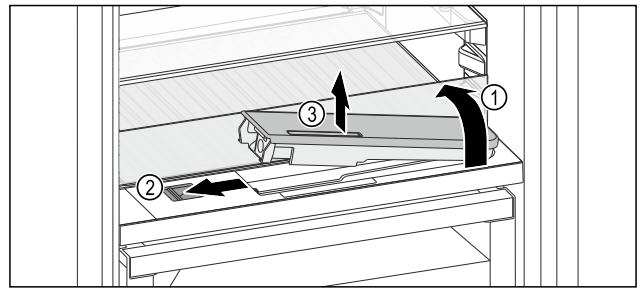

Fig. 172
- Sollevare il ripiano di vetro e ribaltarlo all'indietro fino all'arresto Fig. 172 (1).
- Spostare il cursore Fig. 172 (2) a sinistra.
- Rimuovere il serbatoio dell'acqua Fig. 172 (3).